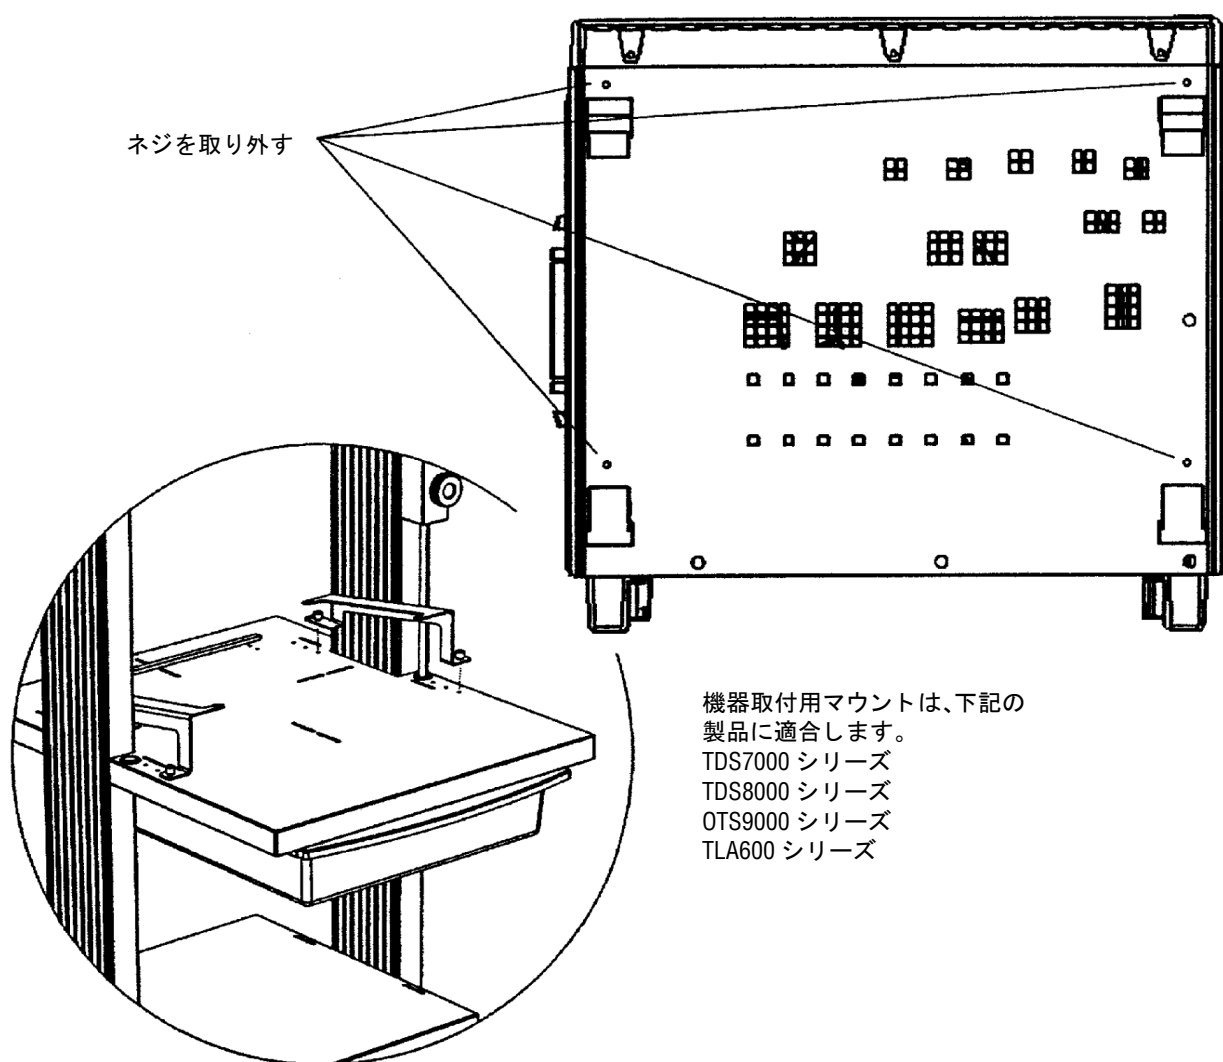

図 19: 機器取付用マウントの取り付け
1. 台車で使用する機器の底部に機器取付用マウントを取り付けます。図 19 に示すように、機器の底部から 4 つのネジを取り除きます。機器取付用マウントの長い方の支持部が器材の前方に面するようにします。次に、さきほど取り外したネジを使ってマウントを器材に取り付けます。
2. 図 19 に示すように、キーボード用棚板には機器取付用マウントを取り付けるための穴が設けられています。マウントが取り付けられた器材を棚板に載せ、留め具を締めて固定します。